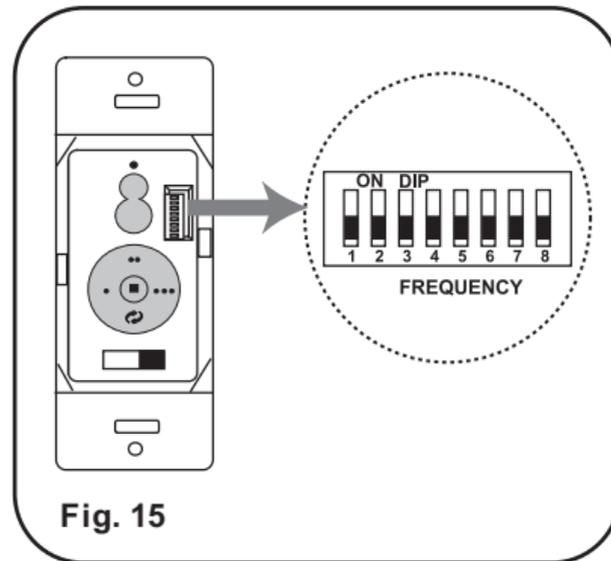

Fig. 15
**NOTA:** El Sistema Aire Control® está equipado con una función de frecuencia de aprendizaje que tiene 256 código combinaciones para evitar posibles interferencias de otros equipos remotos. La frecuencia de su receptor y el transmisor se han pre ajustado en la fábrica. (Fig. 15) No es necesario el cambio de frecuencia, Si desea instalar otro ventilador dentro de la misma casa con un código de frecuencia separado, por favor consulte la sección "Hay interferencia de las frecuencias" de solución de problemas de este manual para aprender a cambiar la frecuencia.